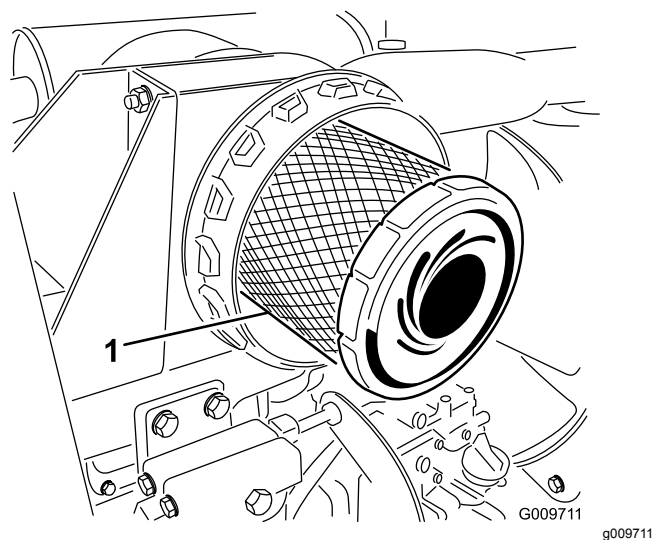

Figura 29
3. Togliete il filtro primario e sostituitelo (Figura 29).